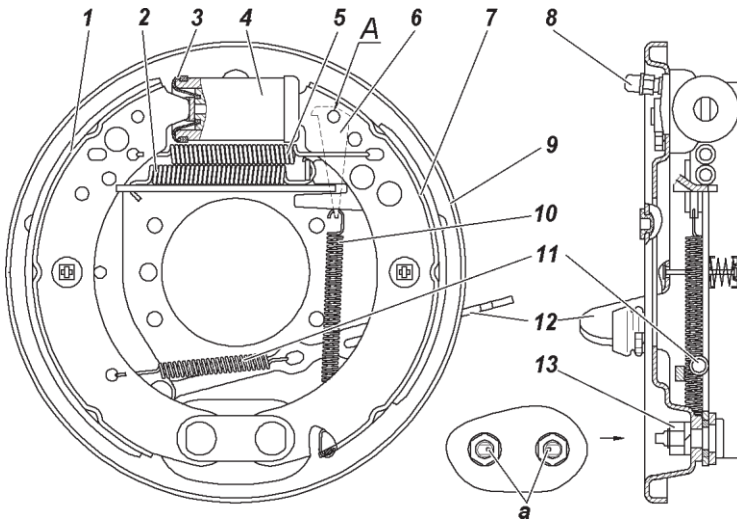
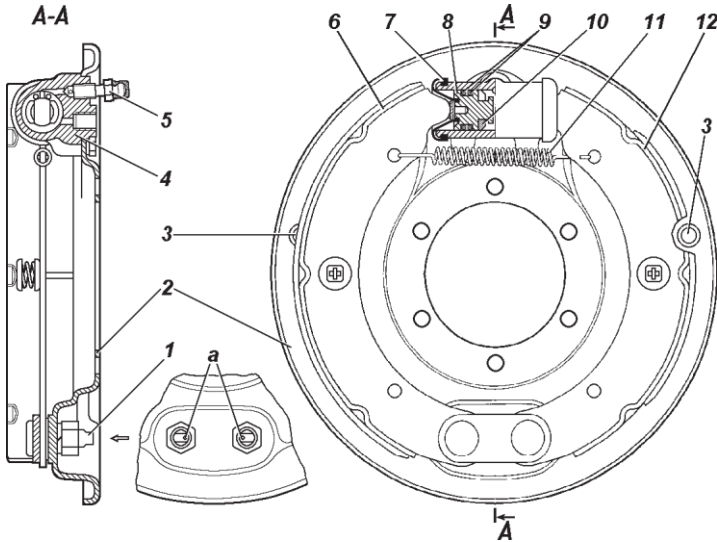

Fig. 9.22 Freno de la rueda trasera para el freno de aparcamiento de rueda (variante 1):
Fig. 9.23 Freno de la rueda trasera (variante 2):
**Tambores de freno de las ruedas traseras** (fig. 9.22, fig. 9.23 en función del tipo de equipamiento). Retire regularmente los tambores de freno y limpie los elementos de los frenos eliminando el polvo y la suciedad. Repita la operación de acuerdo con las condiciones de trabajo
Después de retirar el tambor compruebe que no haya fugas desde los cilindros de ruedas y la correcta fijación de los cilindros de ruedas en los cuadros. Preste atención al estado de los casquetes de seguridad 3 (fig. 9.22) de los cilindros de ruedas y en su instalación, en el nivel de desgaste de las bridas de fricción y en el estado del tambor de freno.
Para cambiar las zapatas o las bridas desgastadas mueva los émbolos con anillos de retén dentro del cilindro garantizando el libre montaje del tambor sobre las zapatas. Para los frenos (variante 1), si se cambian las zapatas o bridas, además de esto, es necesario subir el taco regulador 6 (fig. 9.22). Para mayor comodidad durante el montaje bloquee el taco en la zapata, para esto haga coincidir la abertura en la parte superior del taco con la abertura A (fig. 9.22) en el borde de la zapata e introduzca en ellas un vástago de 6–8 mm de diámetro. Al finalizar el montaje retire el vástago. Luego pise 2–3 veces el pedal del freno para que los émbolos pasen a la posición de trabajo.